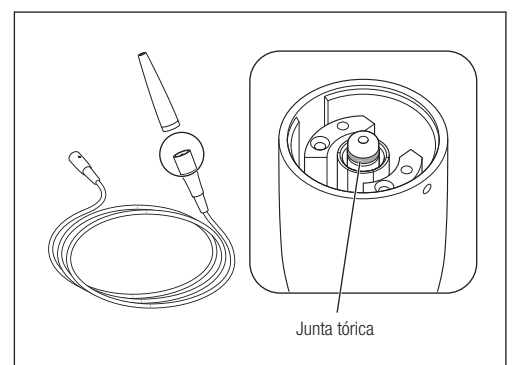

Fig. 44
2) Retire la junta tórica que desea sustituir con la ayuda de una aguja, etc. (Fig. 44).